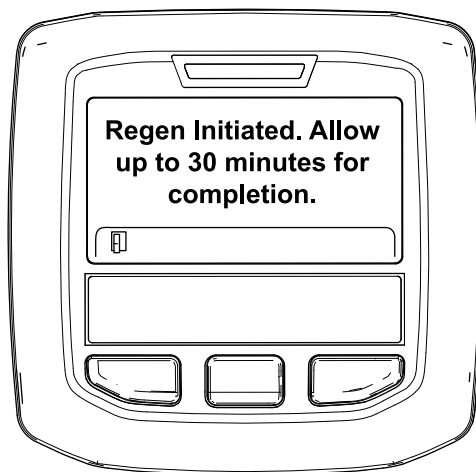

図 38
- 再生許可の場合には Regen Initiated 再生を開始しましたと表示。再生が終了するまで、最大 30 分間が必要。終了まで待つ 図 38。